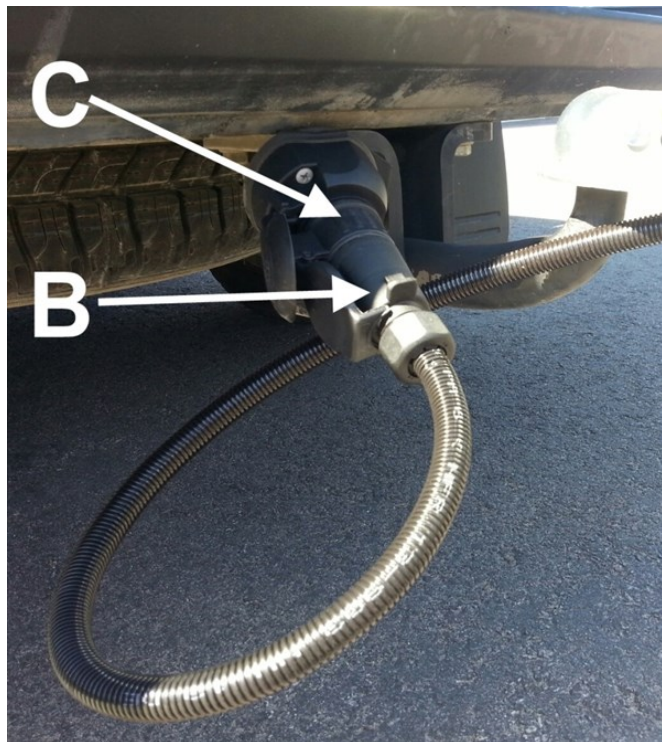

Bild 10.
5. Koppla stickkontakt B till bilens eluttag C, enligt bild 10.
1. Ta ut stickkontakt B (bild 10). Dra i stickkontaktens plastdel, inte ledningen.